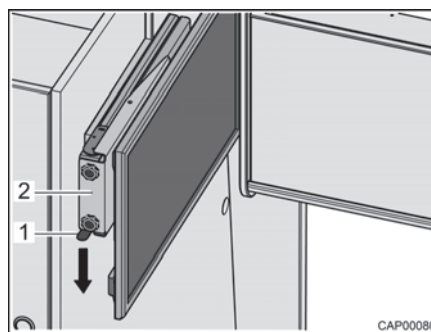

Bild 69 Utdrag med platt bildskärm
- Tryck låsfjädern (Bild 69,1) nedåt och dra ut utdraget (Bild 69,2) med den platta bildskärmen vågrätt i riktning mot fordonets mitt.
- Skjut in utdraget (Bild 69,2) med den platta bildskärmen vågrätt fram till anslaget. Låsfjädern (Bild 69,1) hakar fast hörbart.